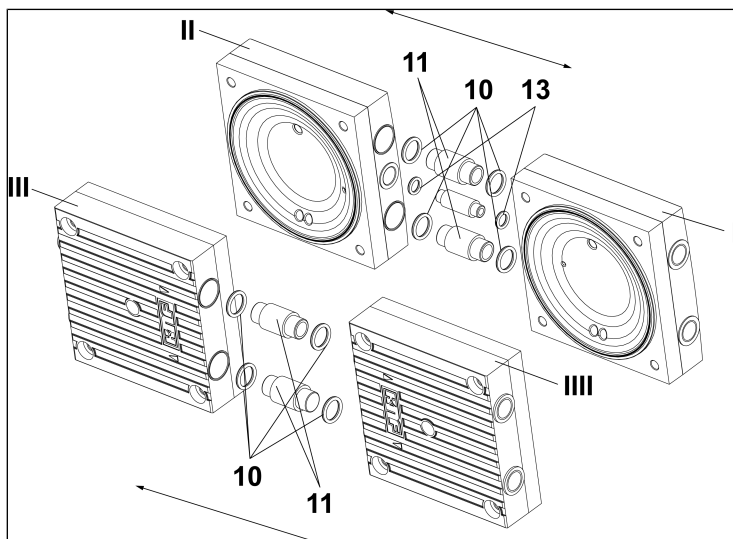

Fig. 8: Retrait des joints toriques et des tubes de raccordement
8. Écartez les têtes 1(I/Fig. 8) et 2 (II/ Fig. 8) et retirez les joints toriques (10/ Fig. 8) et (13/ Fig. 8).
7. Placez les joints toriques (**10**/Fig. 8) et (**13**/Fig. 8) sur le raccordement pneumatique.
8. Pressez les têtes 1 et 2 (**I** et **II**/Fig. 8) l'une contre l'autre.